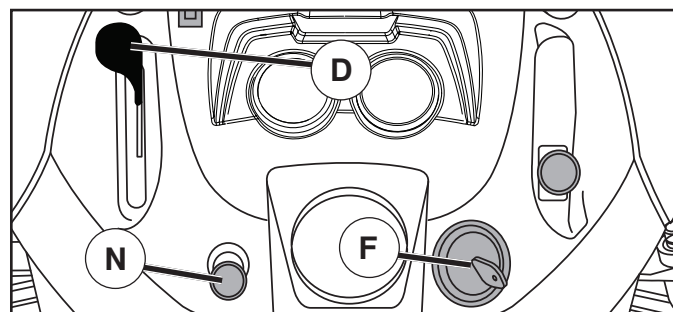

Fig. 7
POUR UTILISER LA COMMANDE DES GAZ (D) (Voir la Fig. 7)
POUR UTILISER L'ÉTRANGLEUR (N) (Voir la Fig. 7)